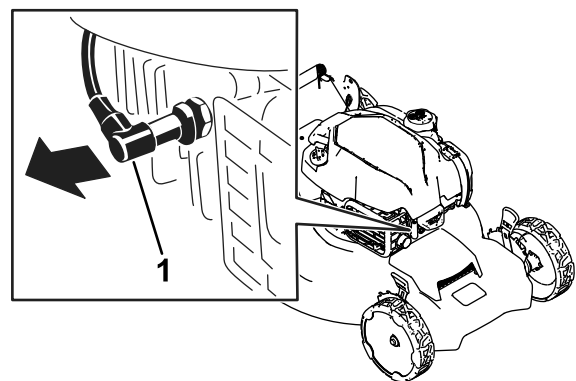

Figura 21
2. Scollegate il cappello dalla candela (Figura 21).